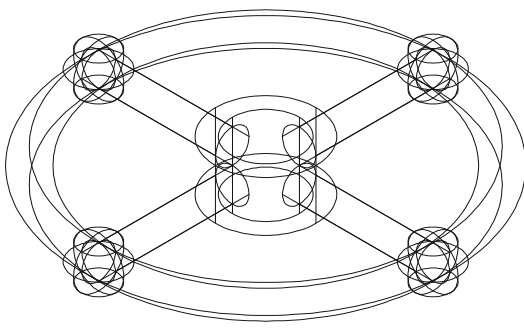

图 10-3-9
STEP 03 观察手轮的三维效果图，单击视图工具栏上的东南等轴测视图，并单击着色工具栏上的“体着色”按钮，效果如图 10-3-9 所示。